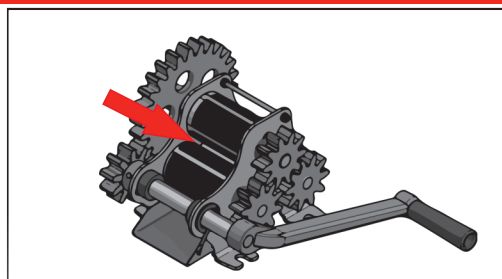

Figura 5
- Posicione a cana na abertura entre as moendas conforme figura 5 e gire o cabo (5) para iniciar a extração do caldo.